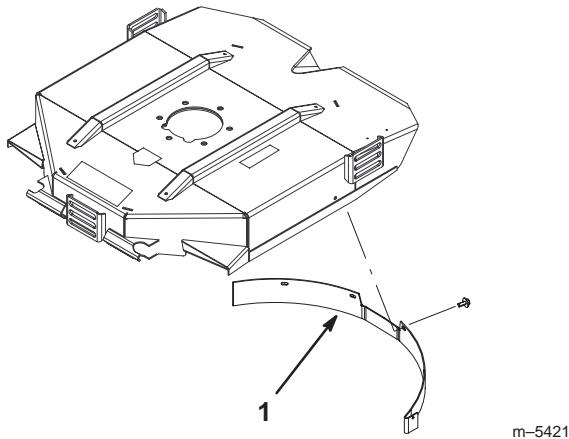

Bild 5
2. Setzen Sie das Mulchablenkblech in die hintere Öffnung und befestigen Sie es mit 5 Bundschrauben (Bild 5).